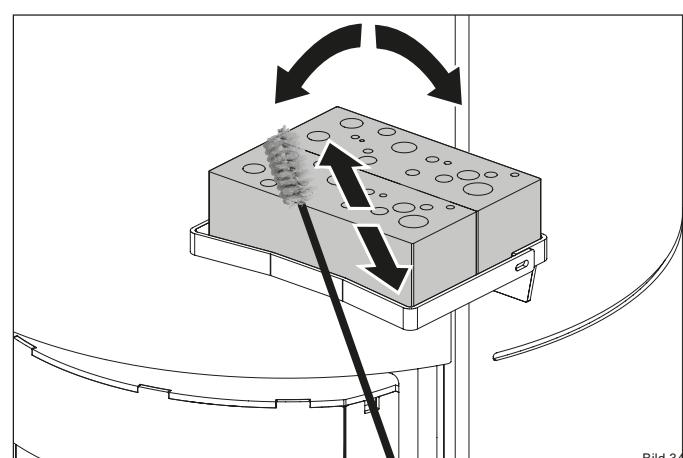

Bild 34
- Bürsten Sie die Katalysatoren wie abgebildet ab (Bild 34).